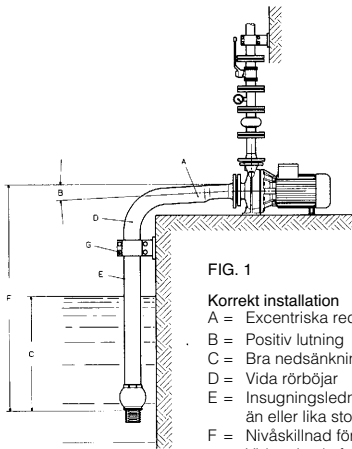

FIG. 1
5.5 Insugnings- och tryckledningar (se schemat i fig. 1)